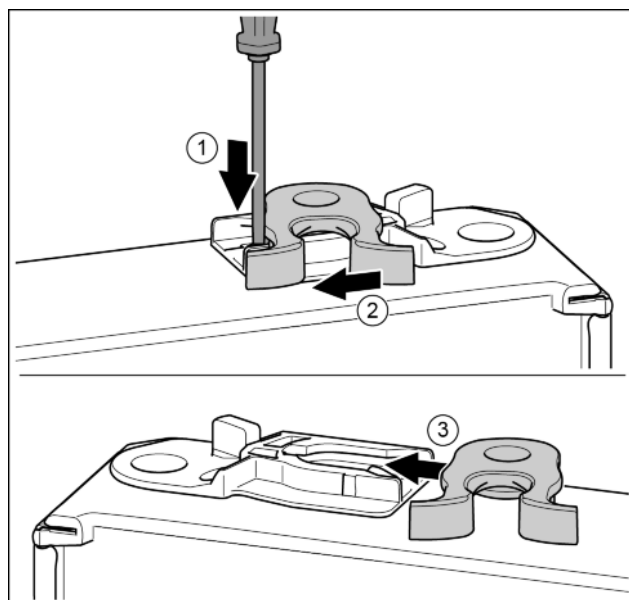

Fig. 18
- ▶ Durvju apakšpuse ir vērsta uz augšu: pagrieziet durvis. *Fig. 18 (1)*
- ▶ Ar skrūvgriezi spiediet uz leju mēlīti. *Fig. 18 (1)*
- ▶ Izvelciet aizvēršanas āķi no vadīklas. *Fig. 18 (2)*
- ▶ Iebīdīet aizvēršanas āķi vadīklā otrajā pusē. *Fig. 18 (3)*